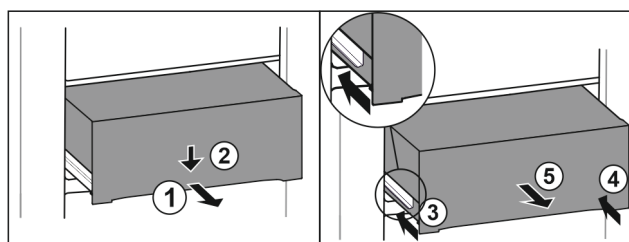

Fig. 121
- ▶ Vytriahnite zásuvku do polovice. Fig. 121 (1)
- ▶ Zatlačte zásuvku na prednej strane smerom nadol. Fig. 121 (2)
- ▶ Zasuňte ľavú koľajničku o cca 2 cm. Fig. 121 (3)
- ▶ Zasuňte pravú koľajničku o cca 2 cm. Fig. 121 (4)
- ▶ Odoberte zásuvku dopredu. Fig. 121 (5)